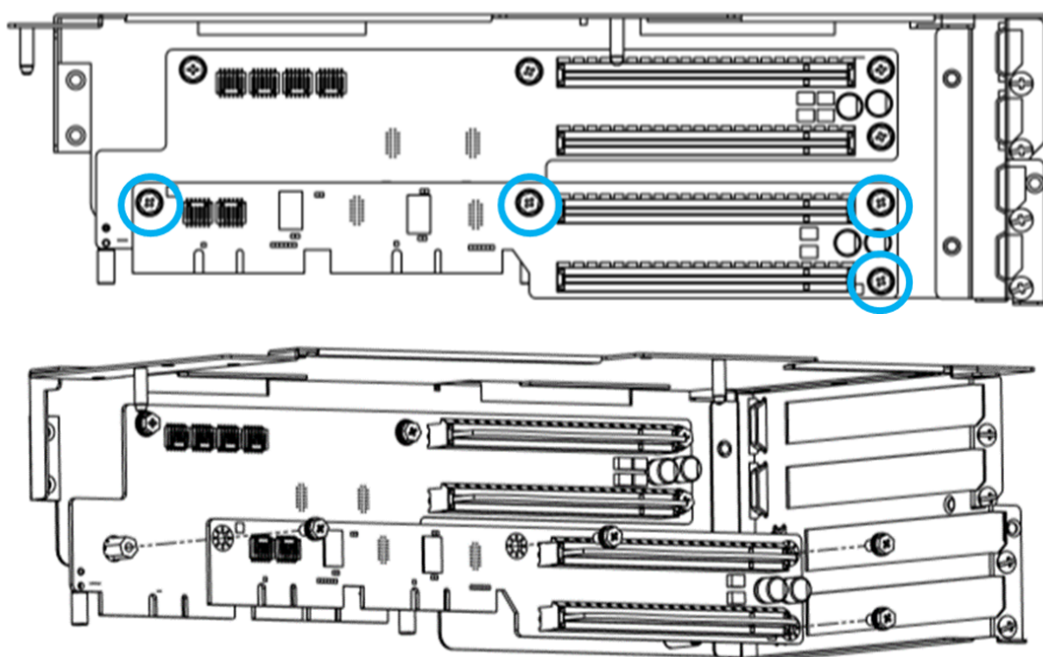

Figure 2.10 LR Riser Card Assembly/LR 卡安装 /LR 卡安装
2. After the first step, attach the LR Riser Card into Riser Cage-1 with 4 screws in location H1, H3, H4, H5. Use two stub coppers on the UR Riser Card and two stub coppers on the bracket. (See Figure 2.10)
2. 完成第一步骤后，透过 UR 卡上的 2 个铜柱与铁件上的 2 个铜柱将 LR 卡组装进 Riser Card Cage-1，螺孔位置：H1, H3, H4, H5（如图 2.10 所示）